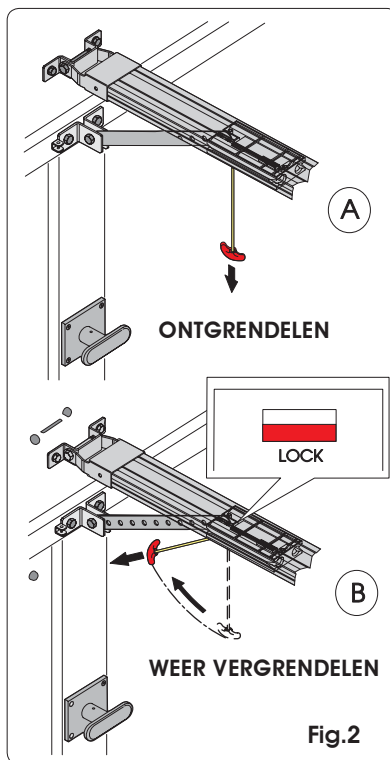

Fig.2
- Ontgrendel de aandrijving door de ontgrendelingshendel naar beneden te trekken (Fig. 2 ref. A).
Vergrendel het automatische systeem weer door het handvat horizontaal te trekken (Fig. 2 ref. B) en controleer, wanneer hij wordt losgelaten, of het "LOCK"-venstertje onder de geleideslede rood is, ter bevestiging dat het mechanisme weer is ingesteld.